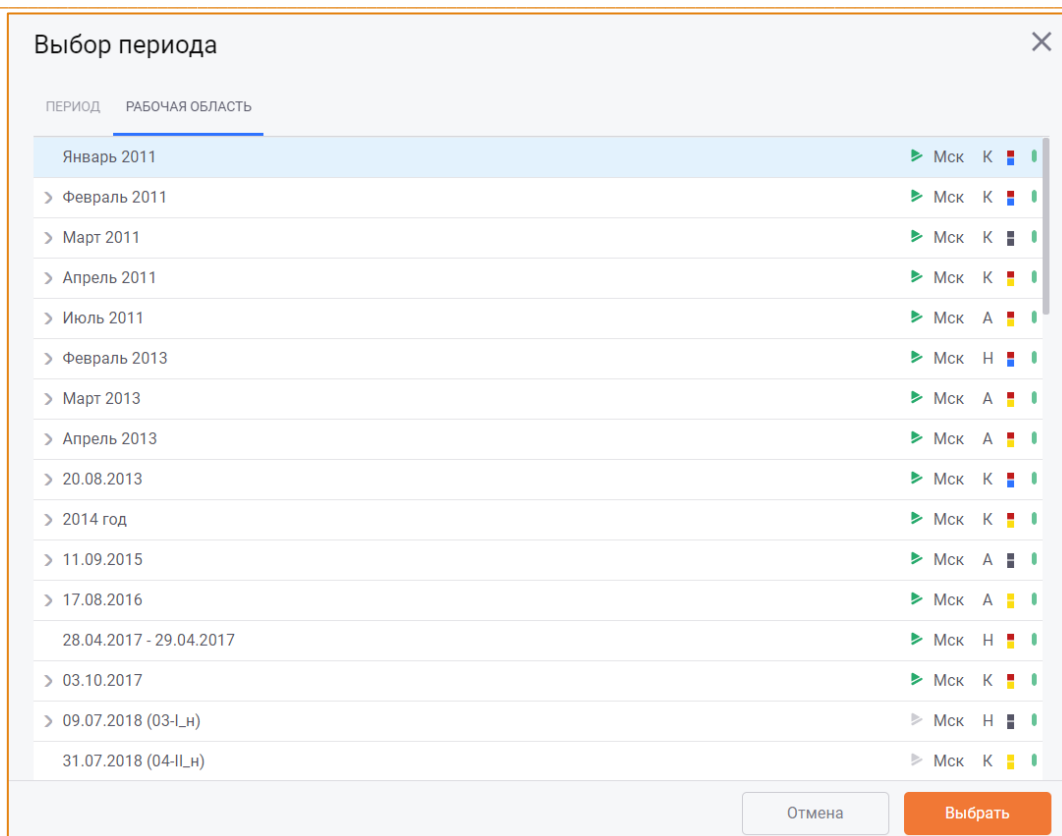

Рис. 127 – Окно «Выбор периода», вкладка «Рабочая область»
- **Рабочая область** – для отображения дерева периодов, добавленных в Рабочую область, которая открыта у пользователя (Рис. 127).